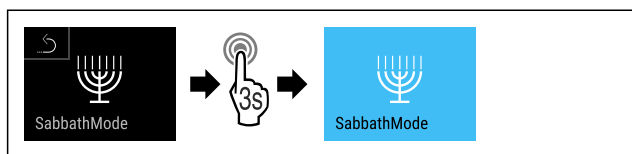

Fig. 12
- ▶ Stappen (zie Fig. 12) uitvoeren.